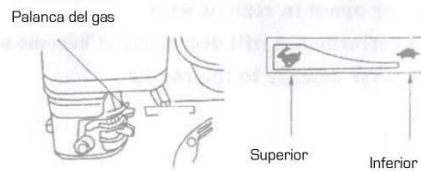

Fig. 16
2. Posicionar la válvula mariposa según la velocidad especificada. [fig. 16]